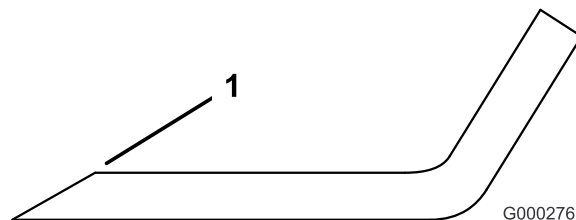

Рисунок 102
3. Проверьте режущие кромки на всех ножах. Заточите режущие кромки, если они затупились или выщерблены. Для обеспечения остроты затачивайте только верхнюю сторону режущей кромки и сохраняйте первоначальный угол заточки (Рисунок 102). Балансировка ножа не нарушается, если с обеих режущих кромок удаляется одинаковое количество материала.
Если вы допустите износ ножа, то между загибом и плоской частью ножа образуется бороздка (Рисунок 102). В конце концов часть ножа может отломиться и будет выброшена из-под корпуса, возможно, причинив тяжелую травму оператору или посторонним людям.